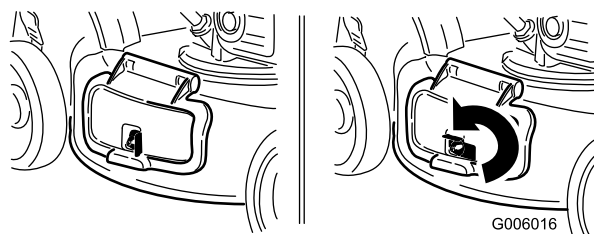

Bild 32
1. Entriegeln Sie die Seitenauswurfklappe (Bild 32).